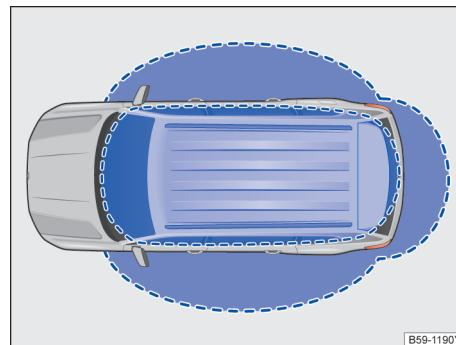
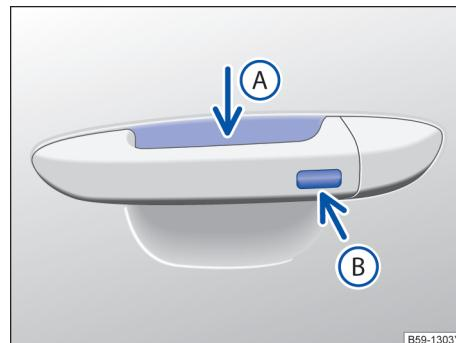

图 51 无钥匙进入闭锁/启动系统: 工作范围
图 52 无钥匙系统 Kessy: 车门拉手上的传感区
Kessy 是一种无钥匙系统,它可以实现在不操作遥控钥匙的情况下解锁或锁止汽车。操作者只需随身携带一把有效遥控钥匙,并处于车门或行李厢盖的有效感应区域内→图 51,同时触摸车门拉手上的传感区之一→图 52 或按压行李厢盖上的按钮进行简单操作即可实现。
如果有一把有效遥控钥匙在接近范围→图 51 内,则无钥匙系统 Kessy 会将访问权限授予该钥匙。紧接着可以在不主动操作遥控钥匙的情况下执行以下功能:
- 触摸在驾驶员或副驾驶员车门拉手内侧的传感区→图 52 (箭头 A)。
- 触摸车门拉手上的传感区→图 52 (箭头 B) 一次。汽车锁止。
如果汽车已锁止并且一把有效汽车钥匙位于行李厢盖的接近范围内→图 51，行李厢盖在通过把手按钮打开时会自动解锁。
- 要便捷关闭所有电动车窗和天窗，请用手指按住车门拉手上的传感区→图 52 (B) 几秒钟。
- 松开传感区→图 52 (B) 即可中断该功能。如果在松开车门拉手上的传感区→图 52 (B) 后立即将手放入→图 52 (A) 内，则所有车窗停在原位置（安全功能）△→第 56 页。